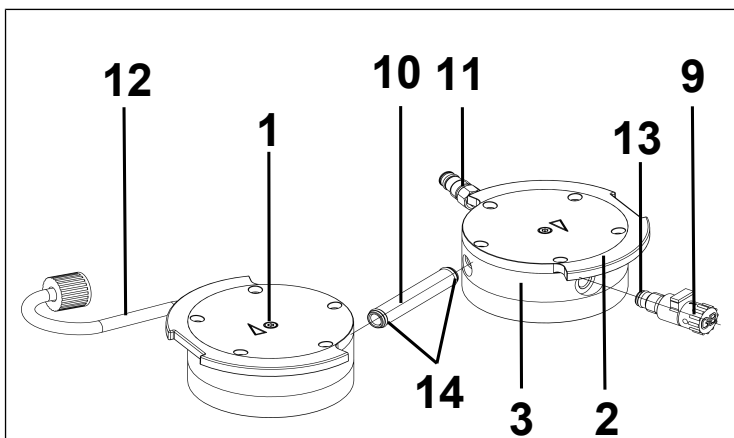

Fig. 14: Sostituzione degli O-ring
2. Estrarre il tubo di allacciamento (10/ Fig. 14) dal coperchio testa (3).
- i** I due collegamenti tubo flessibile (11) e (12) resteranno montati nei coperchi testa.
3. Sostituire i due O-ring (14) del tubo di allacciamento (10/ Fig. 14).
4. Allentare la vite con testa interna (1) da ciascuna delle due teste pompa.
5. Prelevare le due piastre di spinta (2), assieme alle due viti con testa interne (1).
6. Svitare la valvola gas ballast (9/Fig. 14) dal coperchio testa (3).
7. Sostituire l'O-ring (13) della valvola gas ballast (9/Fig. 14).
8. Avvitare a fondo la valvola gas ballast (9/Fig. 14) nel relativo coperchio testa (3). Successivamente, svitarla di nuovo, fino a quando la superficie sia orientata verso l'alto.
1. Prelevare il coperchio testa (3) dalla piastra intermedia (6).
2. Prelevare le precedenti piastre portavalvola/guarnizioni (4).
3. Pulire con cautela la piastra intermedia (6) (qualora siano presenti depositi).
4. Introdurre le nuove piastre portavalvola/guarnizioni (4) nelle apposite sedi della piastra intermedia (6).
6. Smaltire correttamente le piastre portavalvola/le guarnizioni sostituite (4).
7. Innestare nuovamente il tubo di allacciamento (10/Fig. 14) nel coperchio testa (3).